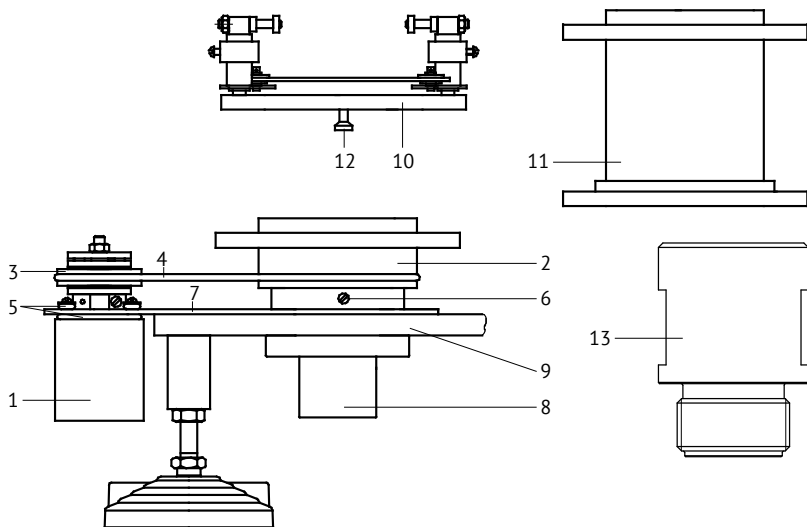
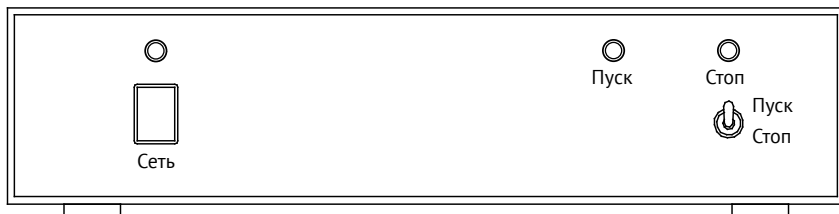
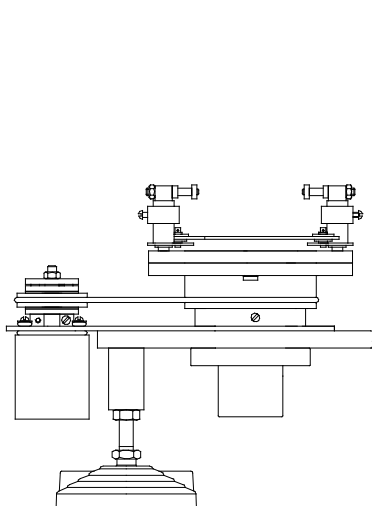
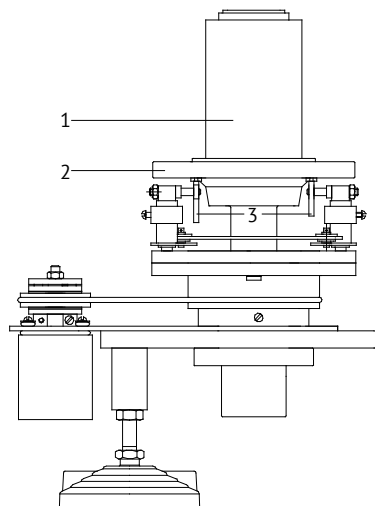

Рис. 1. Внешний вид привода.
Рис. 2. Блок управления
Рис.3.
Рис.4.
4.1 Внешний вид привода показан на рис. 1.
4.2 Внешний вид блока управления показан на рис. 2.
4.3 Привод ИПС состоит из механической части (рис. 1) и электронной (Рис. 2). В состав механической части входит основа привода, состоящая из двигателя 1 (рис. 1), ведомого узла 2, ведущего узла 3, приводного пассика 4. Детали привода смонтированы на плите 7. Для уменьшения вибрации и шума двигатель прикреплен к пластине через резиновые кольца 5. Для предотвращения возможных
4.4 Для работы с колоколом на привод устанавливается узел толкателей (См. Рис.3), затем устанавливается ИПС и колокол (См. Рис.4) Для установки узла толкателей необходимо, чтобы стопорные штифты 12 (рис. 1) просто вошли в отверстия ведомого узла.
Узел толкателей предназначен для равномерной передачи усилия от ведомого узла на поводки 3 (рис. 4), закрепленные на тарелке колокола 2.